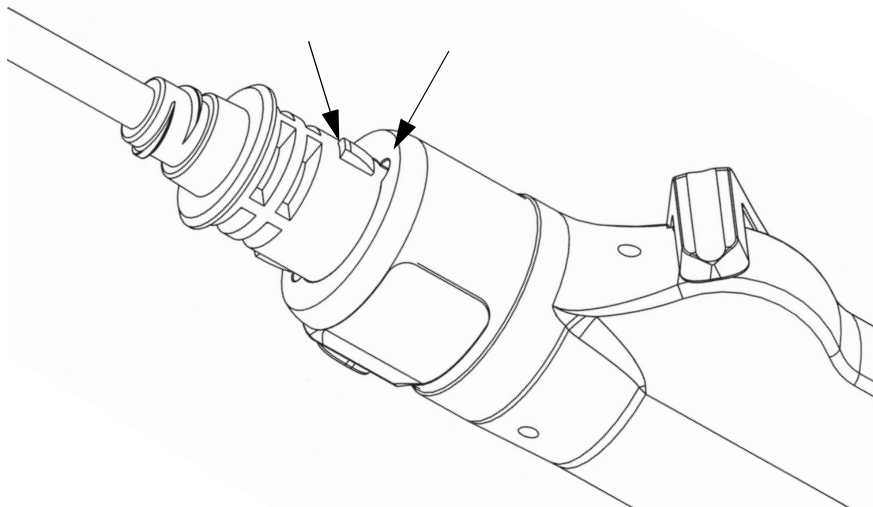

Figura 3: Allineamento delle guide di bloccaggio
1. Allineare le guide di bloccaggio alla base della lama dello shaver alle guide di bloccaggio sul manipolo (vedere la Figura 3).